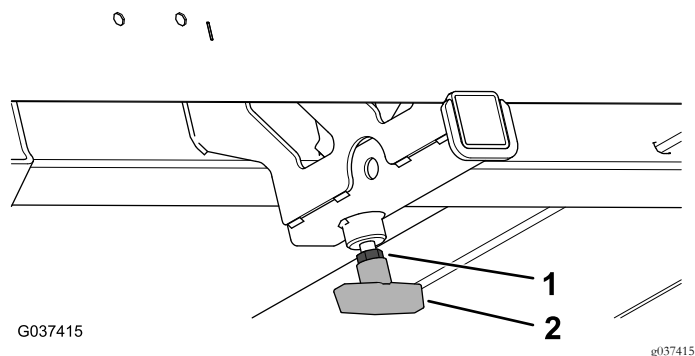

Figure 10
- Serrez complètement l'écrou de blocage ($\frac{3}{8}$ ") contre la poignée en T (Figure 10).